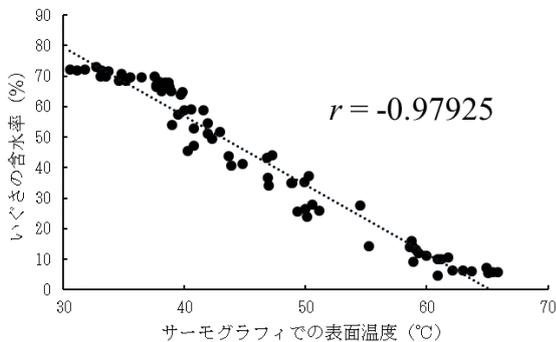

図3 表面温度と含水率の関係
1. サーモグラフィでのいぐさの表面温度と実際の含水率には強い相関があり、表面温度の観測により乾燥状態を把握することができる（図3）。